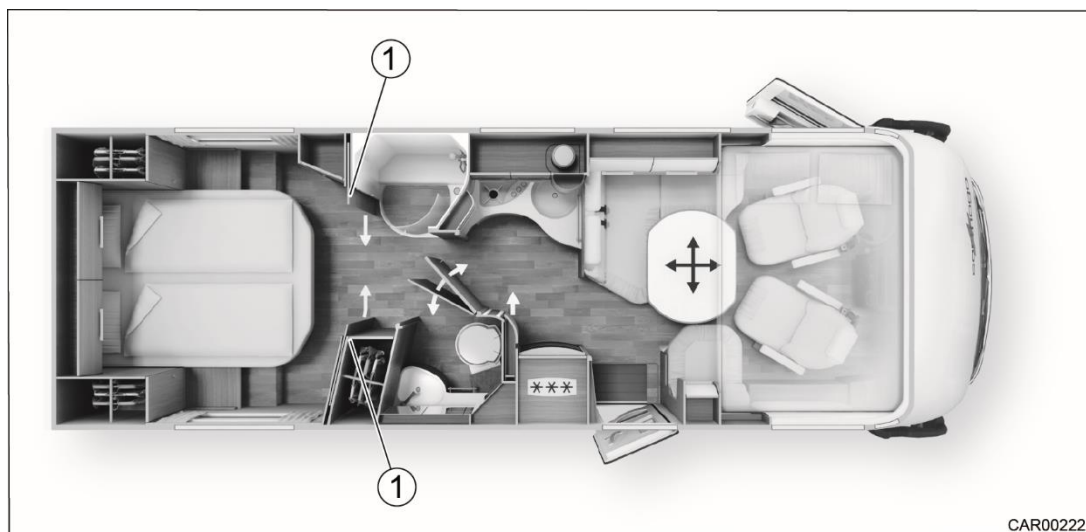

Fig. 83 Création d'un dressing au niveau de salle de bain spacieuse (double porte) et du lit central
4. Ouvrir les bouton-pressions (Fig. 83/1) pour desserrer les blocages de la paroi de séparation.